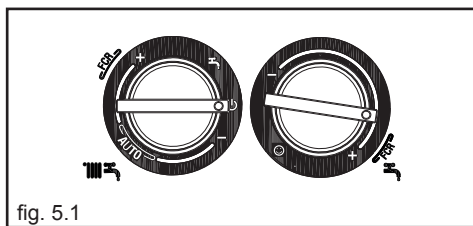

fig. 5.1
In caso di brevi assenze posizionare il selettore di funzione su ⏏ (OFF) (fig. 5.1).
In caso di assenze prolungate posizionare il selettore di funzione su ⏏ spento (OFF) (fig. 5.1). Posizionare l'interruttore generale dell'impianto su spento.
- posizionare il selettore di funzione su ⏻ (OFF - fig. 5.1)